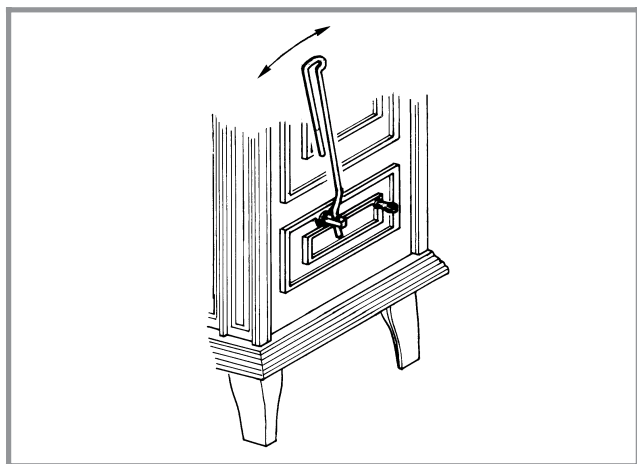
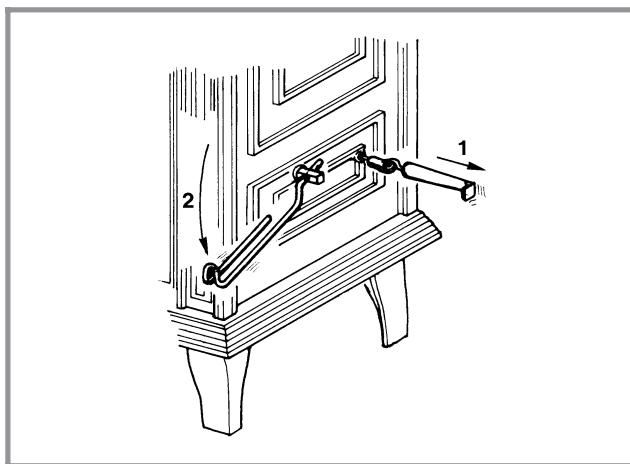

Figure 8 - Décendrage
Figure 9 - Décrassage
- Vérifier que les pièces amovibles sont à leur place respective et que le dispositif de décendrage fonctionne bien (fig. 8 et fig. 9, p. 8).
#### Décendrage (fig. 8) :
#### Décrassage (fig. 9) :